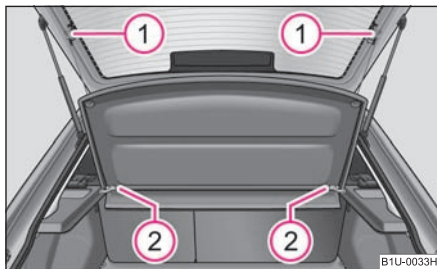

Fig. 71 Desmontaje de la cubierta del maletero
- Desenganchar las cintas de sujeción ① ⇒ fig. 71.
- Extraiga la cubierta de la fijación ② horizontalmente hacia atrás.
- Para volver a efectuar el montaje, introducir primero la cubierta del maletero en la fijación ② y, a continuación, enganchar las cintas de sujeción ① en la tapa de maletero.